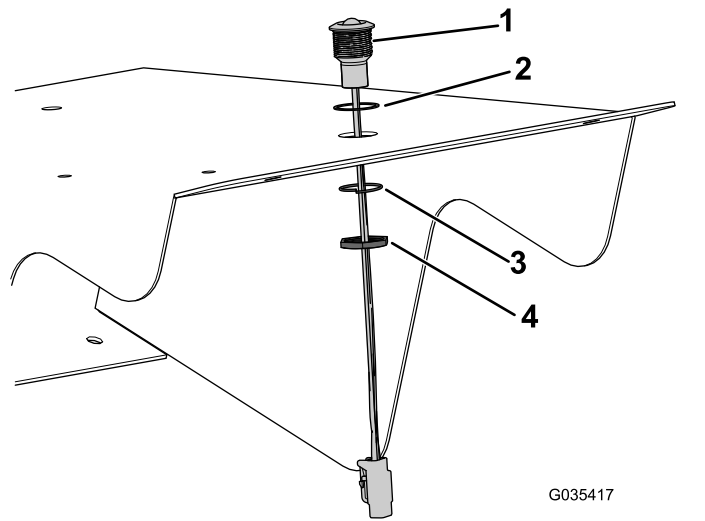

Bild 11
10. Befestigen Sie die Lampe an der Oberseite der Abdeckung; in Bild 11 finden Sie die richtige Ausrichtung.